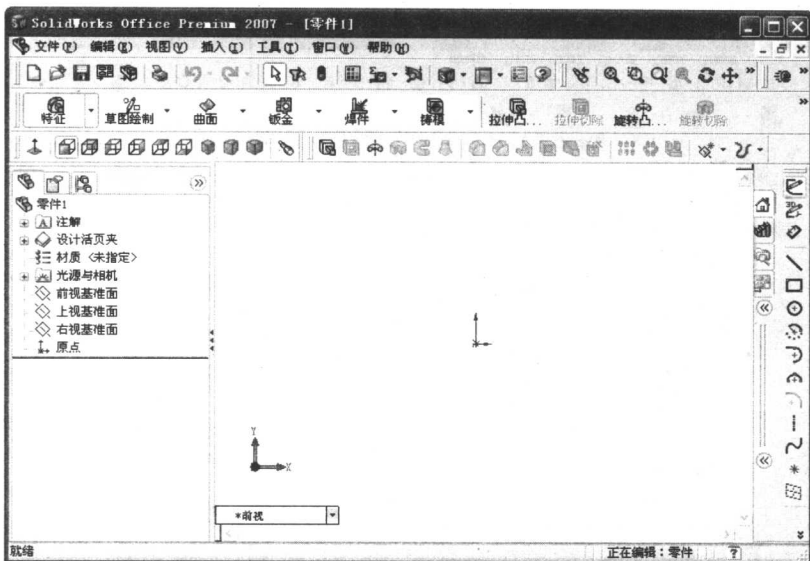

图 1.4 草图绘制界面
(1) 单击“草图绘制”按钮, CommandManager 工具栏弹出“草图绘制”相关按钮, 进入草图绘制界面, 如图 1.4 所示。